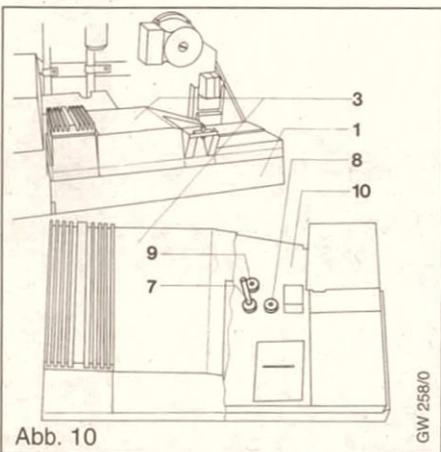

Abb. 10
- Den linken Taster (2) betätigen bis im Display d1 erscheint.
- Anschließend den rechten Taster (3) betätigen, um die Anzeige der Betriebsart zu aktivieren.
- Durch Drehen am Potentiometer* (8, Abb. 10) kann die gewünschte Betriebsart eingestellt werden.
Legende zu Abb. 10